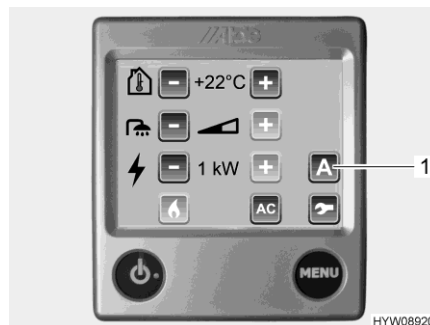

Bild 177 Inställningsmeny (extra fläkt)
Den extra fläkten styrs med kontrollenheten (Bild 177) av varmvatten-värme-systemet.
- Tryck på knappen "A" (Bild 177,1). Funktionerna visas.